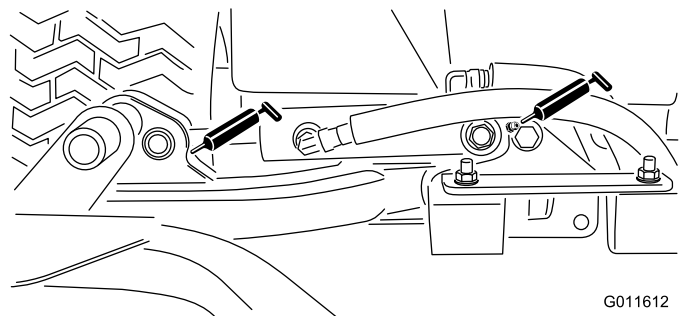

Bild 47
- Hubarmzylinder der Schneideinheit (2)—Bild 47
- Hubarmgelenke (1)—Bild 47